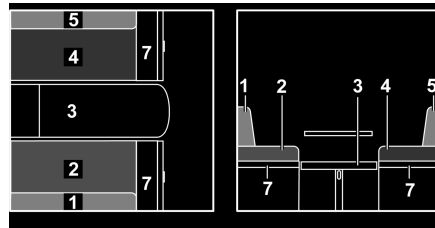

Fig. 109 Durante la transformación
- Plegar la prolongación del banco de asiento (Fig. 109,7) hacia arriba y colocar una cuña con la trampilla.